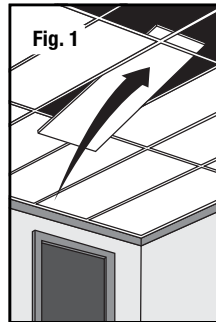

Fig. 1
3. Push panel through the T-bar opening [Fig. 1].
3. Poussez le panneau dans l'ouverture des barres en T [Fig. 1].
3. Empuje el panel a través de la abertura de las barras en T [Fig. 1].